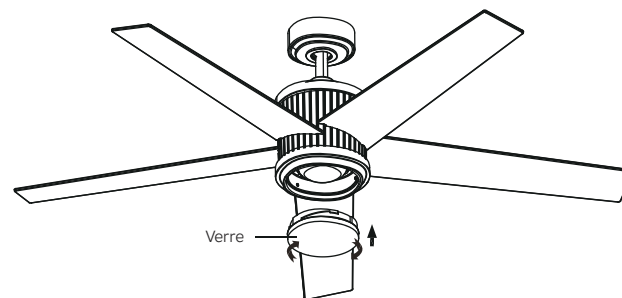

Fig. 21
**Étape 3.** Fixez le verre au boîtier de l'interrupteur en le tournant dans le sens des aiguilles d'une montre, tournez le verre progressivement jusqu'à ce qu'il s'enclenche sur le boîtier de l'interrupteur. Ne pas trop serrer. (Fig. 21)